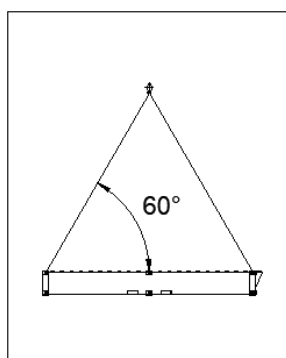

Ilustración 1
2. El ángulo entre el cable y la horizontal debe ser como mínimo de 60°. La longitud necesaria de los cables en un depósito de aguas fecales de 20' / 10' / 8' es de 6 m / 3 m / 2,4 m como mínimo. ver ilustración 1.